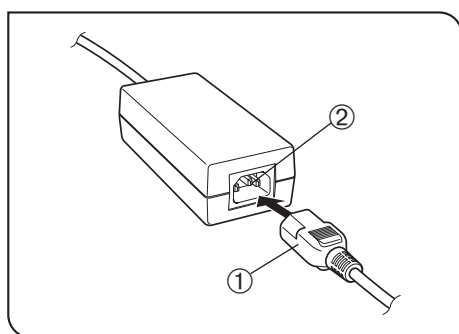

Рис. 41
(Рис. 41 - 43)
Пользование адаптером переменного тока (рис. 41)
1. Прочно вставьте соединитель ① шнура питания в входное гнездо ② адаптера переменного тока (рис. 41).